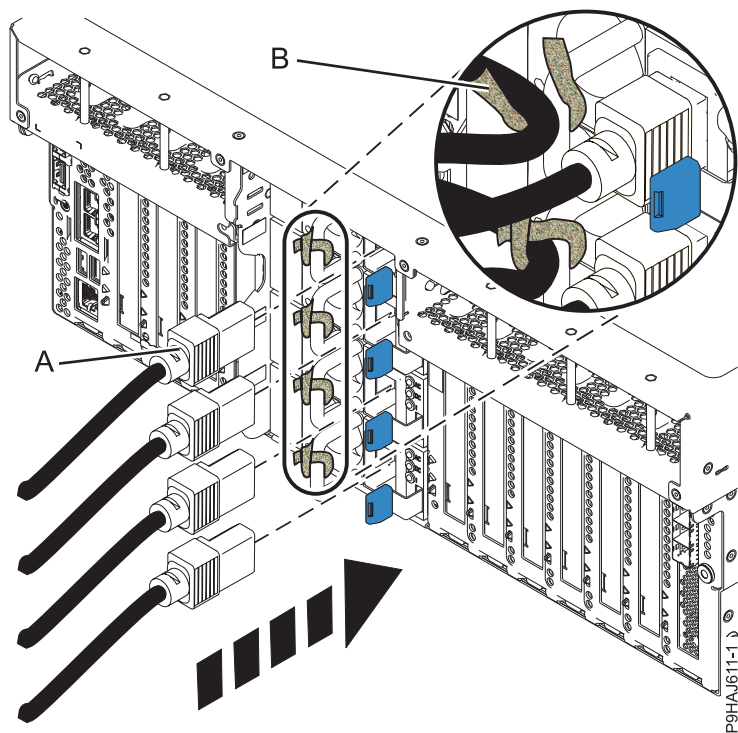
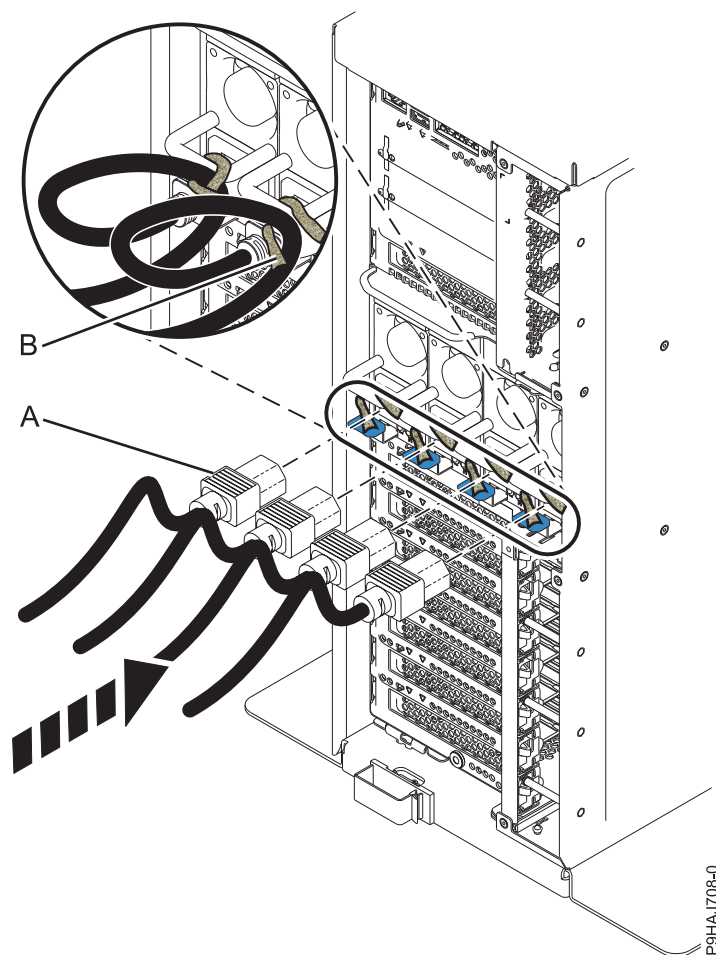

Figura 44. Conexión de los cables de alimentación a un sistema montado en bastidor
Figura 45. Conexión de los cables de alimentación a un sistema autónomo
2. Mediante las etiquetas, vuelva a conectar los cables de alimentación **(A)** a la unidad del sistema. Sujete los cables de alimentación **(A)** al sistema utilizando los mecanismos de sujeción **(B)** tal como se muestra en la Figura 44 en la página 62 o la Figura 45 en la página 63.